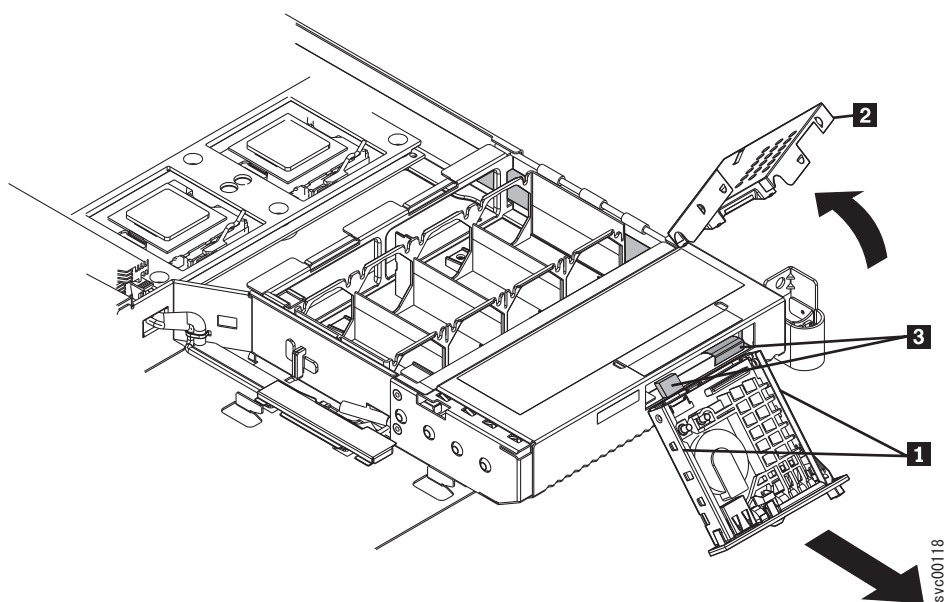

図 221. オペレーター情報パネル が見える SAN ボリューム・コントローラー 2145-8F2
6. 小さなねじ回しを使用して、オペレーター情報パネル・アセンブリの側面にある保持スプリング (図 221 の **1**) を押し込みます。
9. アセンブリー・カバー（253 ページの図 221 の **2**）を上回転して、オペレーター情報パネル アセンブリーから外します。
10. アセンブリーの後部から 2 本のケーブル（253 ページの図 221 の **3**）のプラグを抜きます。